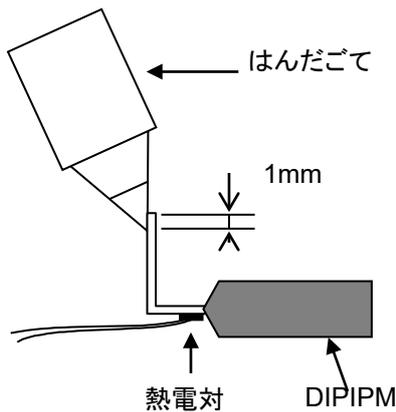

図 2-4-3 評価状態
| 放熱面平面度 | 図 2-4-3 を参照 | -30 | — | +100 | μm |
以下に端子根元の温度上昇例として、50W はんだごてにより模擬評価した結果を図 2-4-3 に示します。
(1) 評価サンプル: PSSxxSF1F6
(2) 評価手順
- ・熱容量的に小さい制御側外部リード端子先端(先端から 1mm)の箇所にはんだごて(50W)をあて、リード端子根元の温度上昇を測定する。(図 2-4-3)